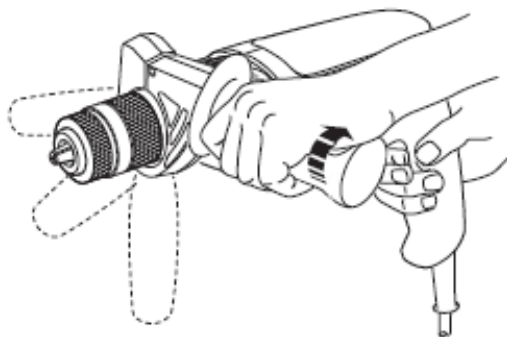

FIGURA 8.2
2. Encaixe a base do acessório ao mandril e com ajuda da chave mandril aperte igualmente nas três posições de fixação (figura 8.2);
1. Gire a empunhadura no sentido anti-horário até que a pega de apoio (figura 8.2) possa deslizar sobre a parte frontal da ferramenta, como ilustrado na figura 8.2. Ajuste na posição desejada;